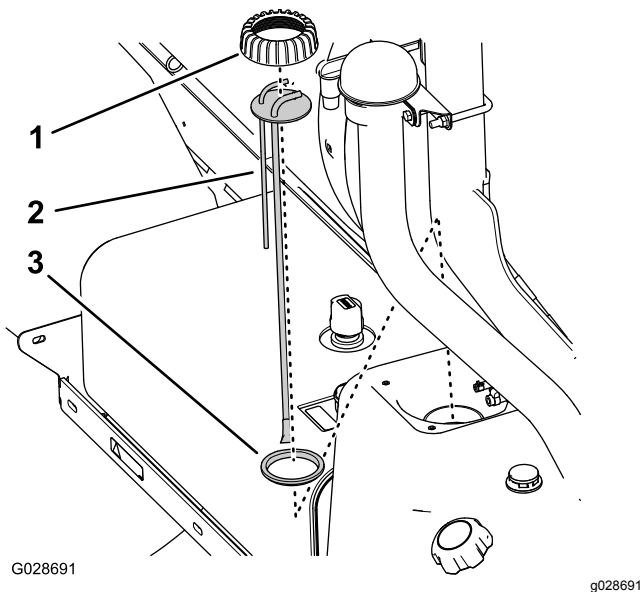

Figura 77
5. Retire el tapón del conjunto de tuberías de combustible/aforador en sentido antihorario, y retire el tapón (Figura 77).
6. Retire el conjunto de tuberías de combustible/aforador del depósito de combustible (Figura 77).
1. Coloque el tapón sobre el conjunto de tuberías de combustible y monte el conjunto de tuberías sobre la junta (Figura 77).
2. Alinee el tapón, el conjunto de tuberías y la junta con el depósito, e inserte el nuevo conjunto de tuberías de combustible con cuidado en el depósito de combustible (Figura 77).
3. Enrosque el tapón en el cuello del depósito de combustible y apriételo a mano (Figura 77).